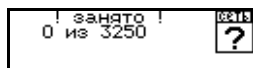

Рис. 30. Количество занятых ячеек.
2. Нажмите и удерживайте в течении двух секунд кнопку . На индикаторе появится информация о количестве занятых ячеек (рис. 30).